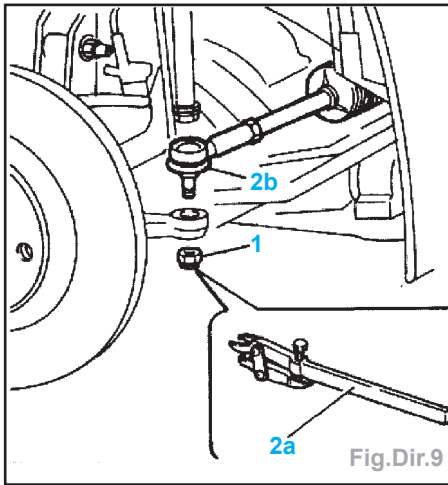

Fig.Dir.9
- Séparer la rotule de direction (2b) du pivot à l'aide d'un arrache rotule (2a) (Fig.Dir.9).